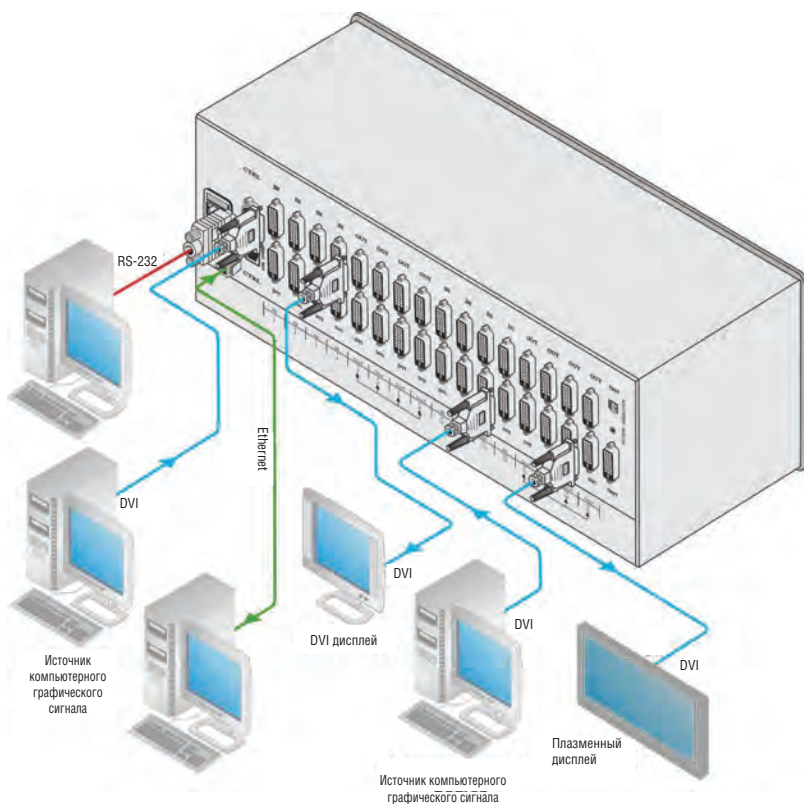

Рис. 4. Подключение VS-1616D
Конфигурация плат ввода/вывода DVI-D, изображенная на рис. 4, представлена только в качестве наглядного примера. Имеется возможность комбинировать различные платы ввода/вывода в соответствии с Вашими потребностями (имеются ограничения — см. таблицу 4). Точно такие же принципы применяются к матрице, в которую установлены платы с DVI-D Dual Link, HDCP, HDMI, VGA или разъемами для оптоволоконного кабеля.
**Чтобы подключить VS-1616D в соответствии с примером, изображенным на рис. 4, действуйте в следующем порядке (отключите все устройства перед их подключением к VS-1616D):**
4. Подсоедините сетевой шнур (рекомендуется использовать только сетевой шнур, входящий в комплект поставки данного устройства (на рис. 4 не показан)).